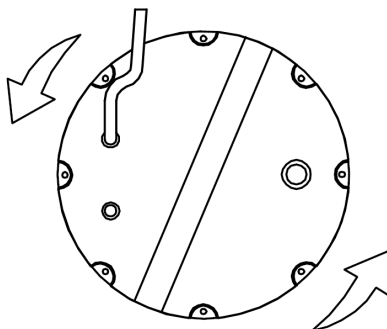

Fig. 2
3. Osservare attentamente il contraccolpo all'avviamento, guardando l'elettropompa dall'alto. Se il senso di rotazione è giusto, la calotta superiore si muoverà in senso orario come indicano le frecce nel disegno (FIG.2)